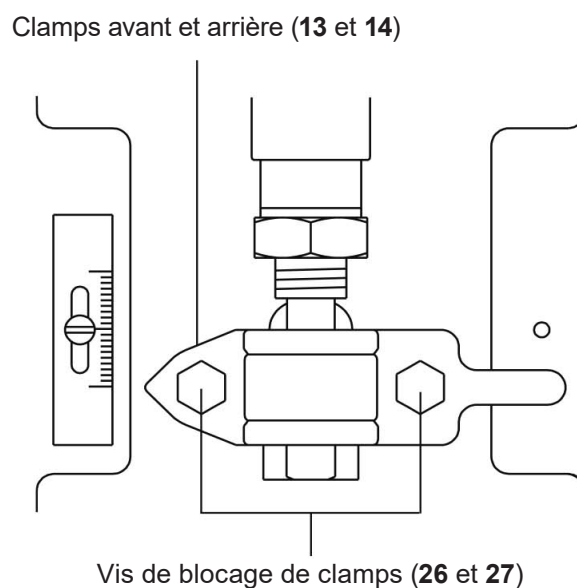

Fig. 8 - Ensemble adaptateur de l'actionneur, adaptateur de vanne et connecteur.
- Desserrer et enlever les vis et écrous de clamps (**26** et **27**, Fig. 8), puis enlever l'adaptateur de vanne (**11**).